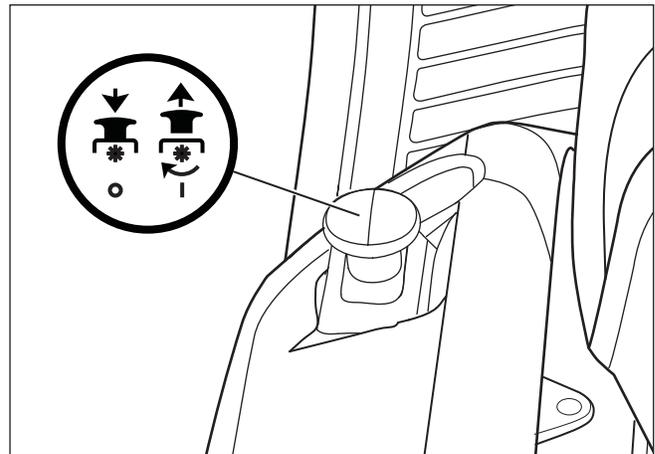

Figure 9
1. Avant de mettre le moteur en marche, s'assurer que la commande de rotation de lame est en position DÉBRAYAGE (voir la **Figure 9**).
2. Pour conduire sur un trottoir ou une route, déplacer le levier de levage en position la plus haute et déplacer la commande de rotation de lame en position DÉBRAYAGE (voir la **Figure 9**).
2. Appuyer sur la commande de rotation de lame en position DÉBRAYAGE (voir la **Figure 9**).
1. Appuyer sur la commande de rotation de lame en position DÉBRAYAGE (voir la **Figure 9**).
4. Déplacer lentement la commande de rotation de lame en position EMBRAYAGE (voir la **Figure 9**).